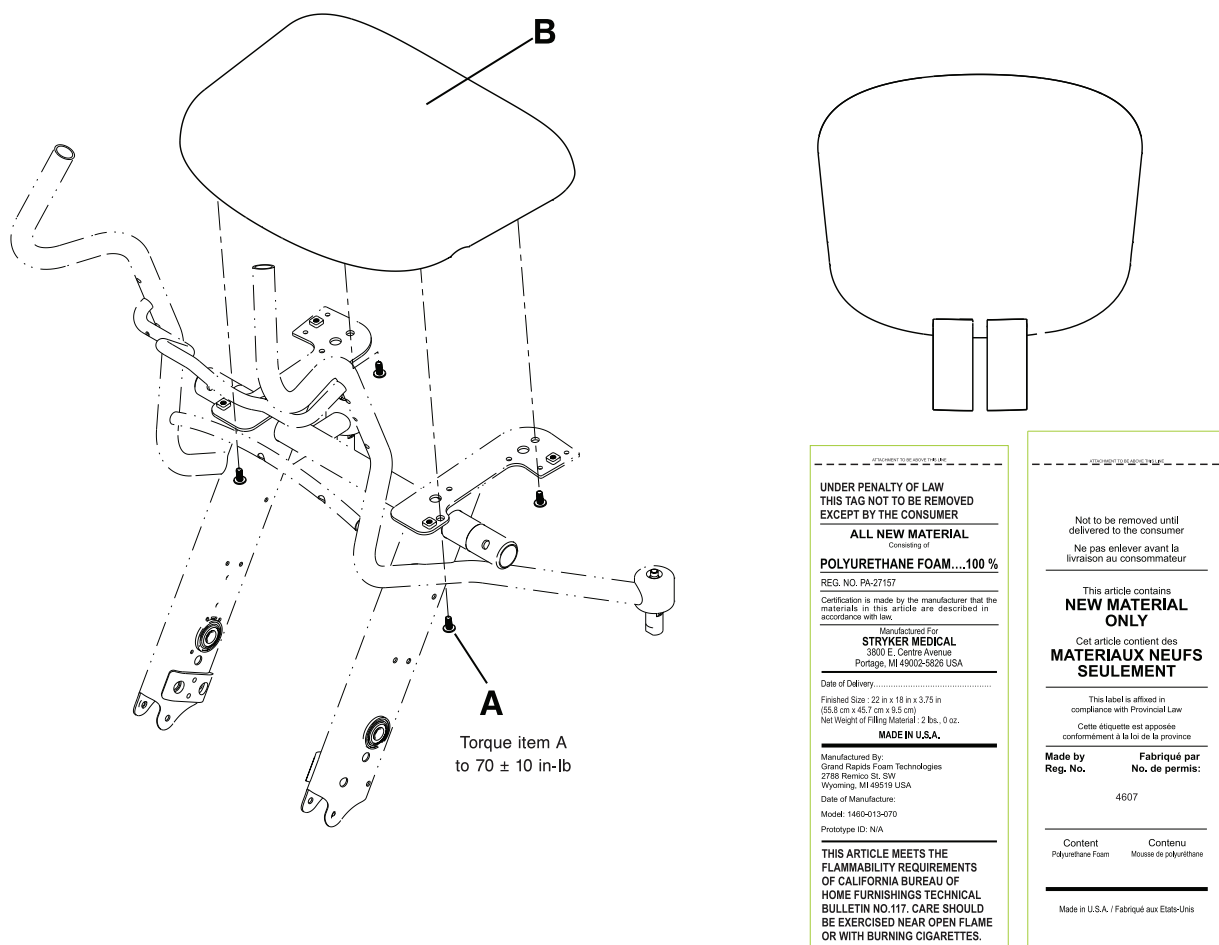

Figura 5-23: Substituição do assento
1. Com uma chave sextavada de 3/16", retire os quatro parafusos de cabeça redonda (A) que fixam o assento (B) à estrutura da cadeira (Figura 5-23 na página 5-41). Elimine o assento e os parafusos.
2. Com uma chave sextavada de 3/16", instale os quatro parafusos de cabeça redonda (A) fornecidos para fixar o assento (B) fornecido à estrutura da cadeira. Com uma chave dinamométrica de 3/8", rode os parafusos até  $70 \pm 10$  in-lb ( $8 \pm 1,1$  Nm).